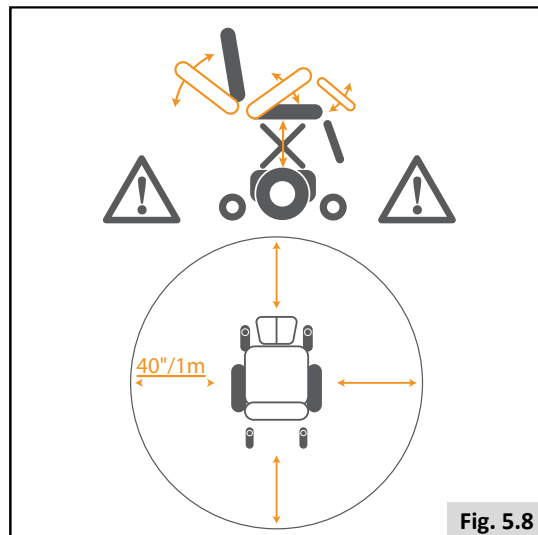

Fig. 5.8
- Comme c'est le cas avec toutes les pièces mobiles, veillez à ne pas vous coincer les doigts (Fig. 5.8).